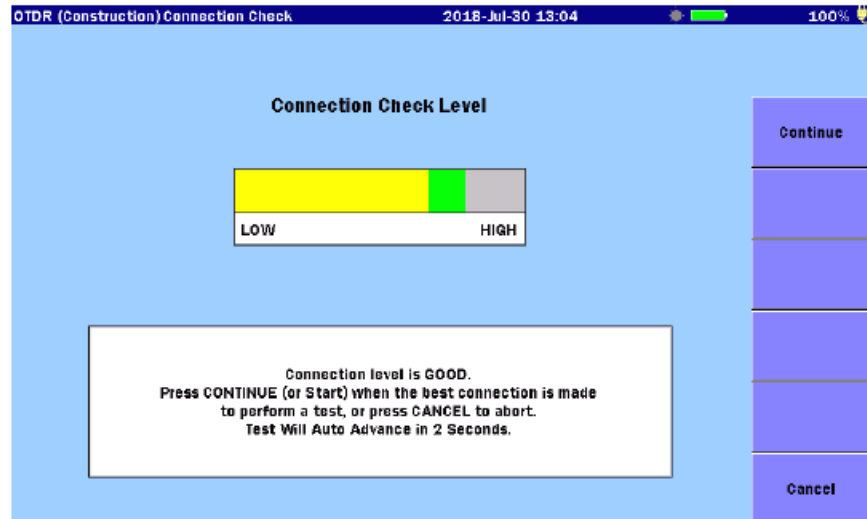

Рисунок 6.5-1 Экран проверки соединения
- При установке **Connection Check** на **On**, появляется экран присоединения волокна (рисунок 6.5-1). Дотроньтесь до **Continue** после того, как убедитесь, что состояние соединения оптимальное.